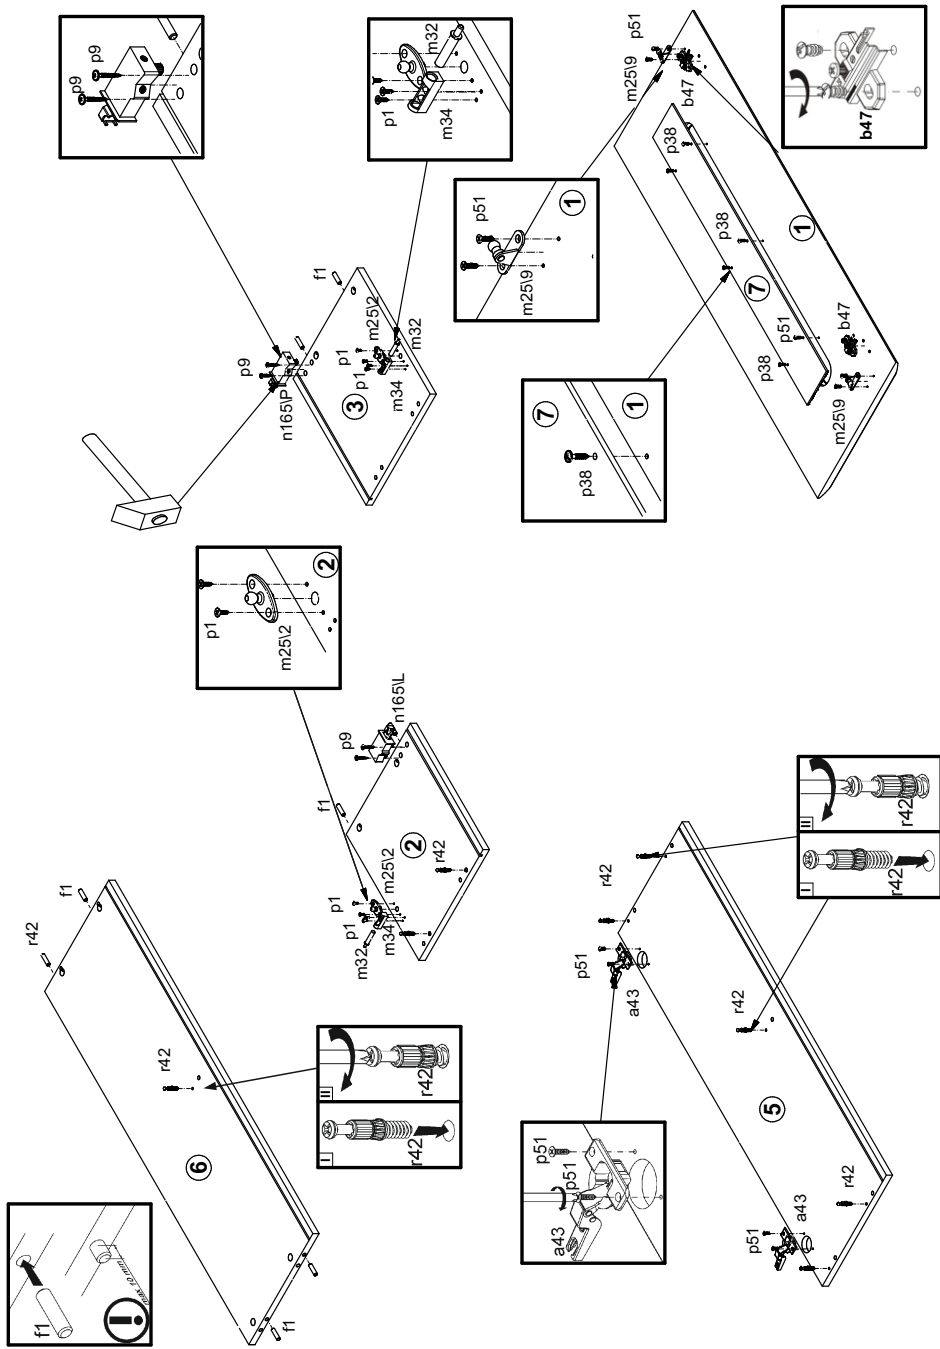
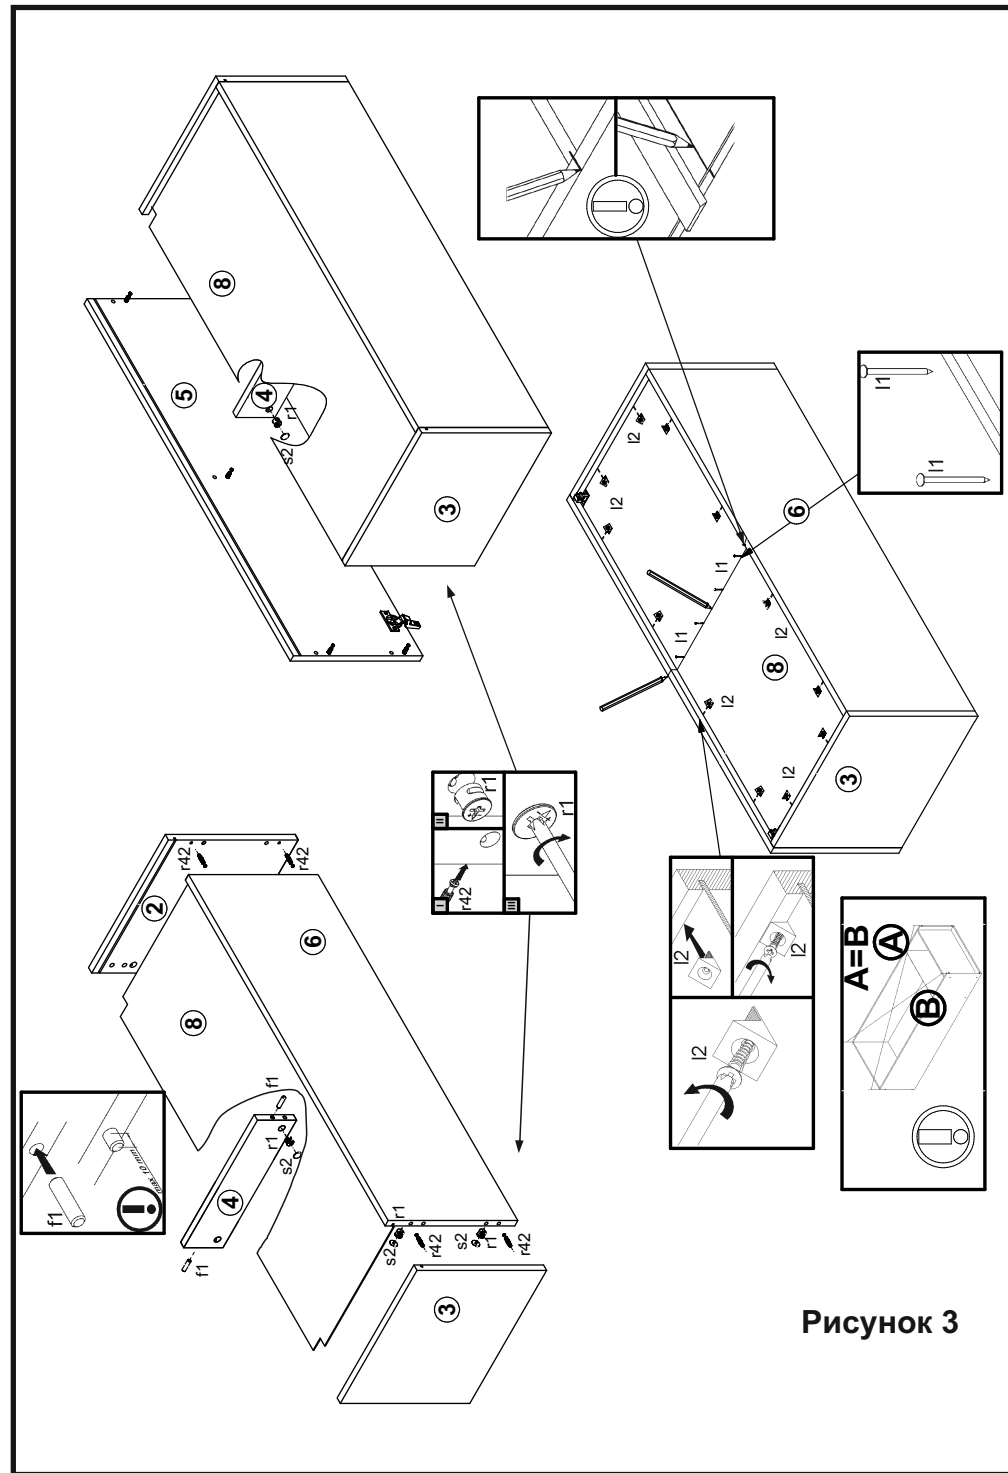

Рисунок 2
Рисунок 3
2. В отверстия $\varnothing 8$ мм на верхней кромке стенок боковых **2, 3** (см. рис. 2), на верхней и нижней кромке стенки средней **4** (см. рис. 3), на боковых кромках полки соединительной **6** (см. рис. 2) вбить деревянные шканты **f1**.
3. В отверстия $\varnothing 10$ мм на внутренних поверхностях стенок боковых **2, 3** вставить кронштейны для навешивания **n165L**, **n165P** и закрепить при помощи шурупов **p9** (см.рис. 2).
4. В отверстия $\varnothing 3$ мм (кернения) на внутренних поверхностях стенок боковых **2, 3** при помощи шурупов **p1** закрепить корпуса демфера **m34**, а затем в корпуса вставить демферы **m32** (см.рис. 2).
5. В отверстия $\varnothing 3$ мм (кернения) на внутренних поверхностях стенок боковых **2, 3** при помощи шурупов **p1** закрепить элемент кронштейна двери **m2512** (см.рис. 2).
6. В отверстия $\varnothing 26$ мм на нижней поверхности щита **5** закрепить петли шарнирные **a43** шурупами **p51** (см.рис. 2).
7. В отверстия $\varnothing 5$ мм на внутренних поверхностях щита верхнего **5**, стенок **2, 3** (см. рис. 2) вкрутить винты стяжки **г42**.
8. В отверстия $\varnothing 15$ мм на верхней поверхности полки **6** (см. рис. 3), на боковых поверхностях стенок **2, 3, 4** (см.рис. 3) вставить стяжки эксцентриковые **г1**.
9. Соединить детали **2, 3, 4, 6**, предварительно в пазы деталей **2, 3, 6** вставив стенку заднюю **8**, и затянуть стяжки эксцентриковые **г1**, пользуясь отверткой (см. рис. 3).
10. Присоединить щит **5** к стенкам **2, 3, 4** и затянуть стяжки эксцентриковые **г1**, пользуясь отверткой (см. рис. 3). Стяжки эксцентриковые **г1** закрыть заглушками **s2**.
11. Положить корпус изделия фасадными кромками вниз на ровную поверхность и выровнять его, измеряя рулеткой расстояние между противоположными углами по диагонали. Расстояния должны быть равными (см. рис. 3).
12. Закрепить стенку заднюю **8** на корпусе изделия гвоздями **l1** с шагом 80-120 мм, элементами крепления стенки задней **l2** (см. рис. 3).
17. Соединить детали **1, 7** с помощью шурупов **p38** (см.рис. 2).
18. В отверстия $\varnothing 5$ мм на внутренней поверхности двери **1** закрепить еврошурупами ответные планки петли **b47** (см.рис. 2).
19. В отверстия $\varnothing 3$ мм на внутренней поверхности двери **1** закрепить шурупами **p51** элементы кронштейна двери **m2519** (см.рис. 2).